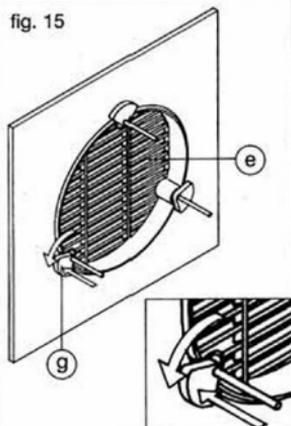

fig. 16
- Fig. 16.- Replacer la platine (f) sur les tiges filetées (n) et visser les écrous (d) en les orientant en fonction de la longueur de tige fileté dépassant de la platine (f).